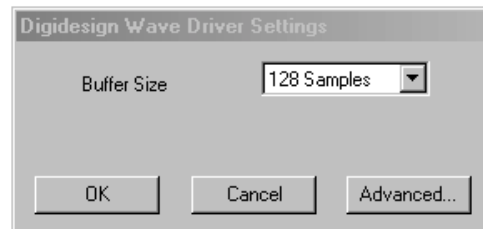

Figure 5. Boîte de dialogue Digidesign WaveDriver Settings
- 11** La boîte de dialogue WaveDriver Settings s'affiche (consultez la Figure 5, page 118).